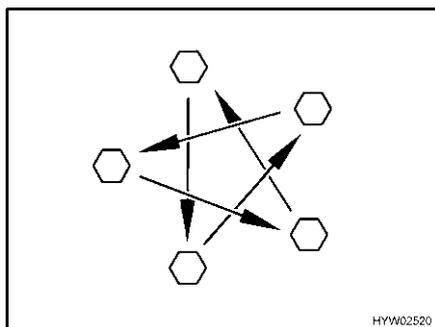

Fig. 191 Serrare a croce i dadi o i bulloni delle ruote
- Controllare regolarmente il serraggio dei dadi o dei bulloni. Regolare a croce (Fig. 191) il serraggio dei dadi o dei bulloni di una ruota sostituita dopo circa 50 km.
- ▷ Serrare a croce i dadi o i bulloni delle ruote (Fig. 191).